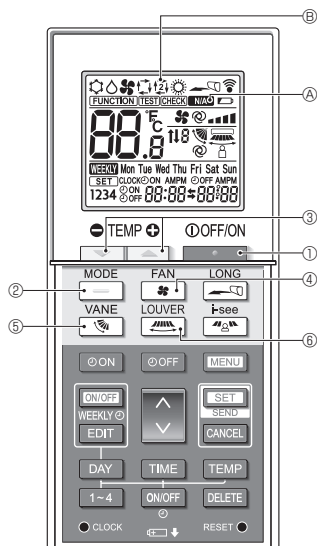

Fig. 4-1
4.1. Mise en marche/arrêt de l'appareil (Fig. 4-1)
- Appuyez sur la touche  ①.
- Appuyez sur la touche  ②.
4.2. Sélection d'une température (Fig. 4-1)
- Lorsque l'on appuie sur la touche ou ③, la température de consigne clignote et l'écran de réglage s'affiche. Pour modifier la limite supérieure (refroidissement) de la plage de température définie, appuyez sur la touche ③. Pour modifier la limite inférieure (chauffage) de la plage de température définie, appuyez sur la touche ③.
- Dans l'écran de réglage, appuyez sur la touche ② pour basculer l'affichage clignotant entre la limite supérieure (refroidissement) et la limite inférieure (chauffage).
- Appuyez sur la touche ou ③ dans l'écran de réglage pour modifier la température de consigne en train de clignoter.
4.3. Sélection d'une vitesse de ventilateur (FAN) (Fig. 4-1)
4.4. Réglage de la direction du flux d'air verticale (Fig. 4-1)